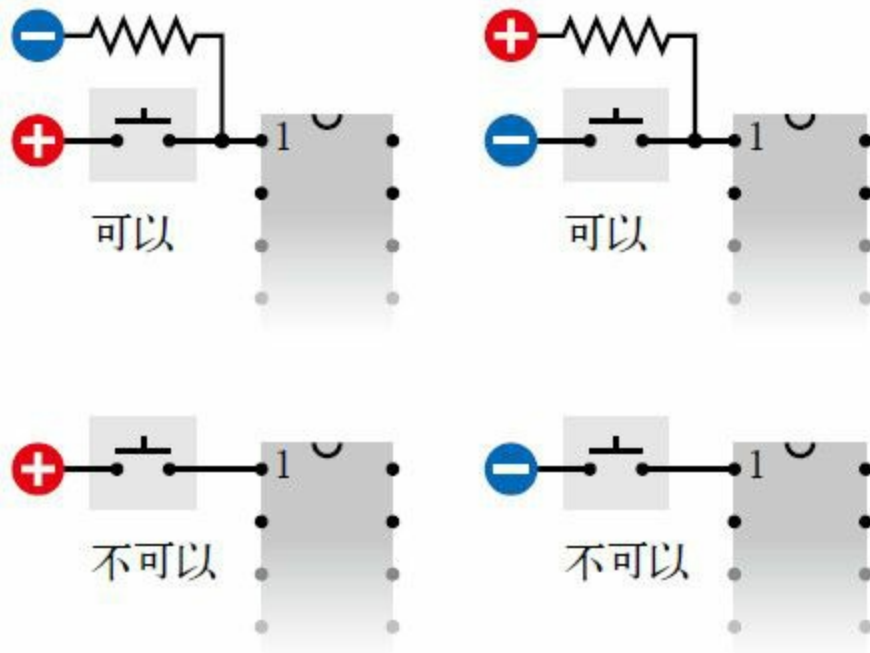

图4-77 由于CMOS 芯片对输入波动十分敏感，因此逻辑输入永远不应该被留在“浮位”或者未连接到某个确定的电源的状态。这就意味着任何的单掷开关或按钮都应该与上拉或下拉电阻器一起使用，以便在触点打开时，输入仍然是确定的
□不得有浮位的输入引脚！对于**CMOS** 芯片来讲，比如说**HC**家族的芯片，必须将输入引脚连接在一个已知的电压上，即使这些输入引脚属于芯片上未被使用的逻辑门也必须如此。当你使用单刀单掷开关来控制一个输入时，记住当其位于“**off**”位置时，它会使输入处于未连接的状态。因此应该使用一个上拉或者下拉电阻器来防止这种状态。具体见图4-77。